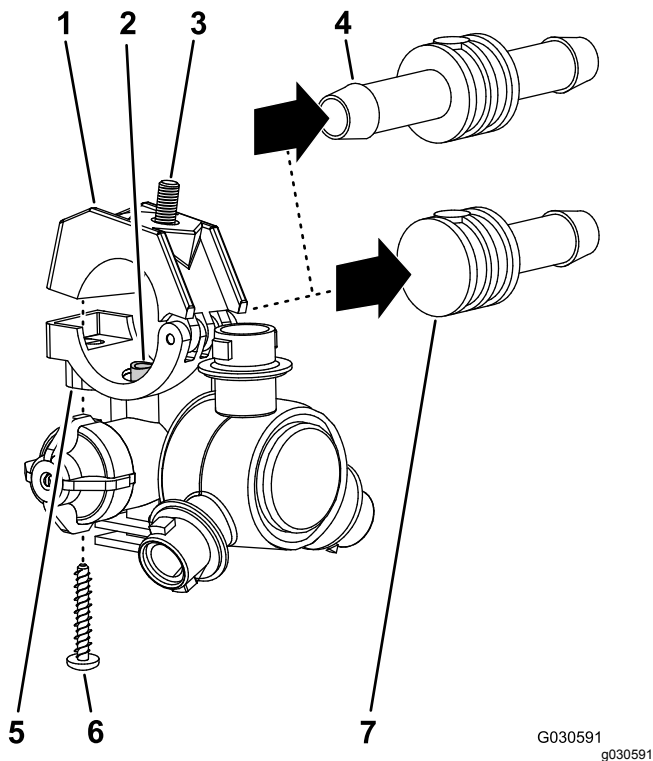

Figura 119
2. Trabajando con las 3 boquillas del fumigador que retiró en el paso 1 en Retirada de las boquillas de fumigación \(página 39\), retire el tornillo de acero inoxidable (Nº 12 x 1¼") que sujeta la mitad superior de la abrazadera y el conector de manguera dentado simple o doble (¾") al cuerpo de cada boquilla del fumigador, y retire los conectores de manguera dentados (Figura 119).